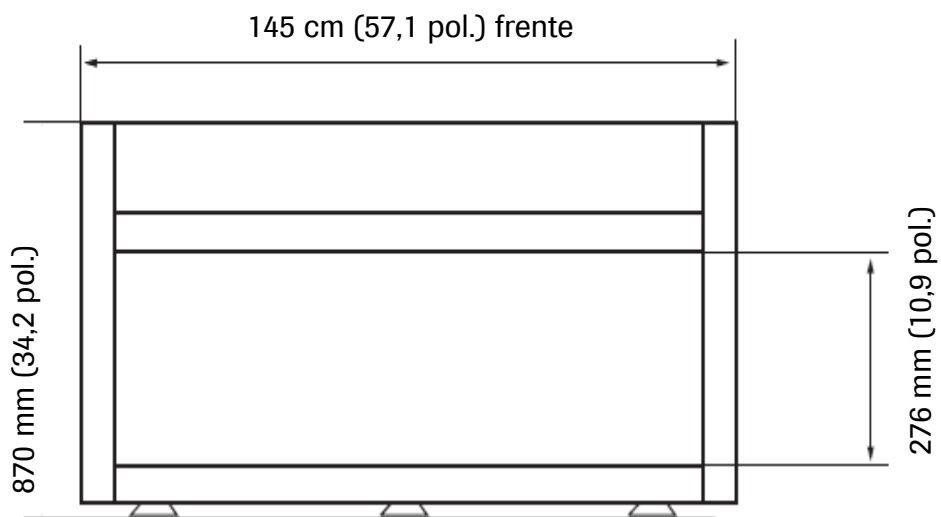

Figura 2. Dimensões de um AcfS Library Robot e de um AcfS Detection Robot (vista frontal)
- Figura 2. Dimensões de um AcfS Library Robot e de um AcfS Detection Robot \(vista frontal\) \(33\)